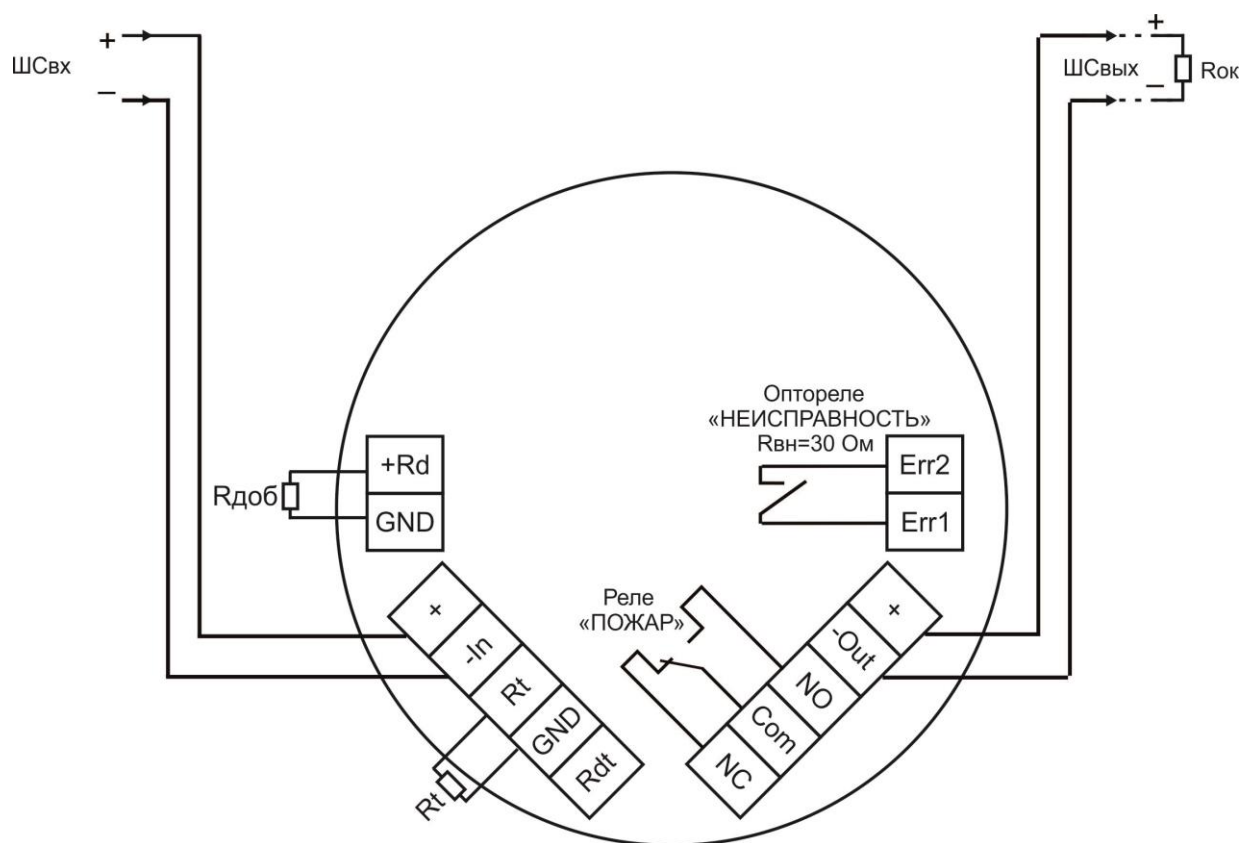

Рисунок 5 – 2-х проводная схема подключения
Все внешние провода подводятся к извещателю через внутреннее клеммное отделение, являющееся составной частью извещателя. Используются нажимные клеммы Wago для проводов сечением от 0,08 мм² до 2,5 мм². Подключение извещателя осуществляется по 2-х или по 4-х проводной линии связи в соответствии с рис. 5 - 7 настоящего РЭ.
- осуществить монтаж соединительного кабеля в кабельном вводе и соединить проводники в соответствии со схемой подключения к ППК, рис. 5 - 7.